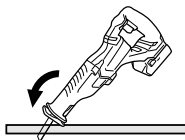
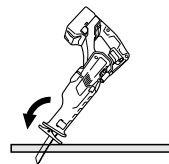

Fig. 31
Fig. 32
- (2) Relever lentement la poignée et couper petit à petit avec la lame de scie. (Fig. 31, Fig. 32)